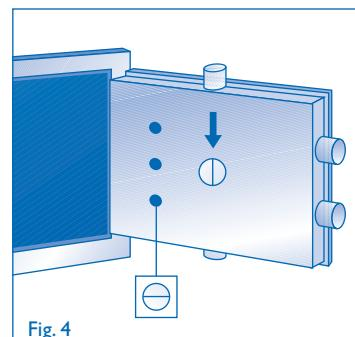

Fig. 4
- A) Verificare che la vite di cambio combinazione sia con il taglio in verticale, altrimenti portarla in tale posizione (Fig. 4).